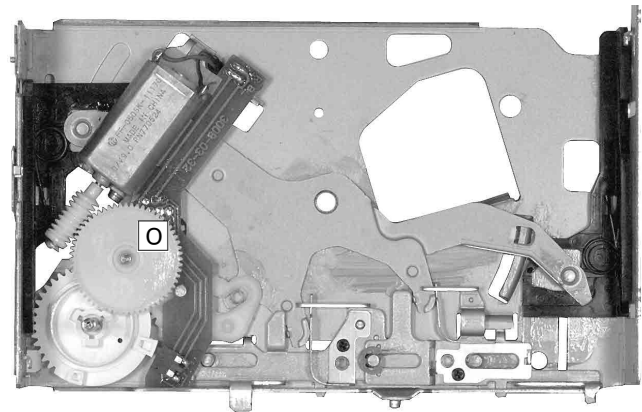

Fig. 21
- Zahnrad O (Fig. 21) mit einem Schraubendreher heraushebeln.
- Push out gear wheel O (Fig. 21) with a screw driver.